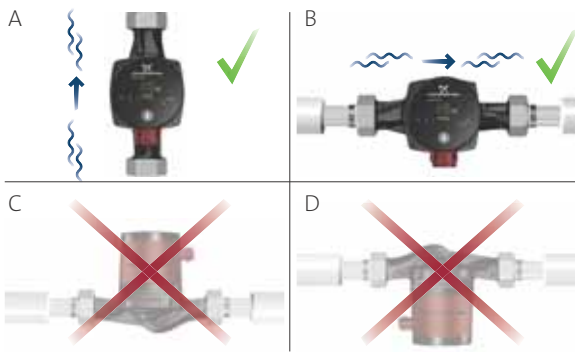

Рис. 2 Положення блока керування
- Правильний монтаж насоса у вертикальному трубопроводі. Див. рис. 2 (А).
- Правильний монтаж насоса у горизонтальному трубопроводі. Див. рис. 2 (В).
- Не встановлюйте насос так, щоб вал електродвигуна знаходився у вертикальному положенні. Див. рис. 2 (С та D).